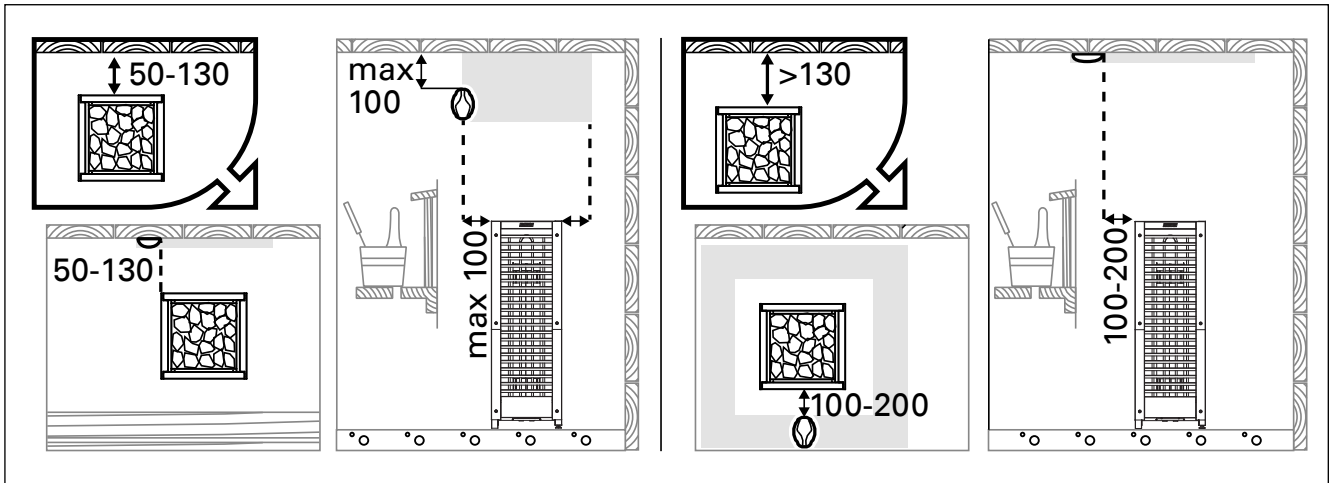

Рисунок 5. Установка датчиков (все размеры приведены в миллиметрах)
- Установите датчик на стену сауны, как показано на рис. 5. При установке каменки от стены далее, чем 100 мм, датчик должен быть установлен на потолке.